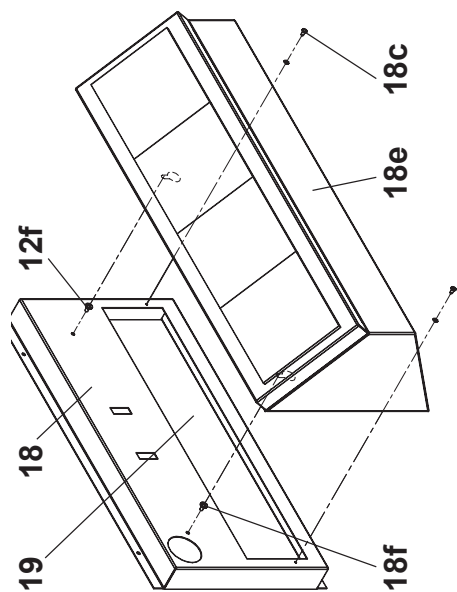
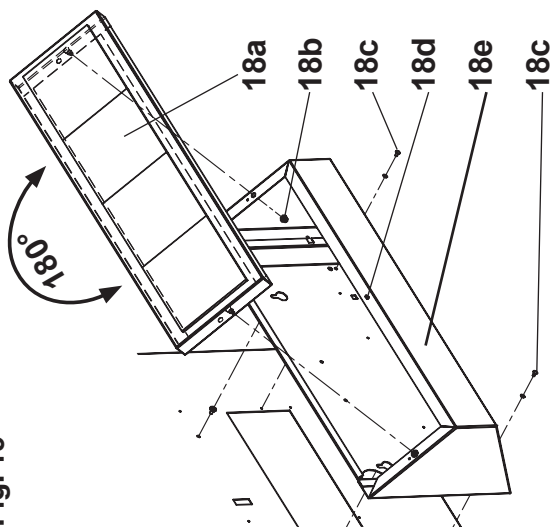
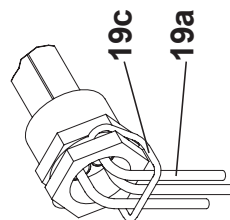

Fig. 19
Fig. 20
Fig. 21
10. Проложите кабель горелки (17) со штекером (17a) через подготовленные просверленные отверстия в боковых стенках, затем прикрепите хомутом кабель горелки(17b) к боковой стенке.
11. Установите поддерживающую пластину (18, Рис. 19) на боковую панель.
12. Удалить крышку бокса панели управления (19, Рис. 22). Панель управления (18a, Рис. 20) должна быть повернута. Для этого закрепляющие рукава (18b, нажать и вытянуть), а также болт заземления и стопорные шайбы (18d) должны быть удалены. Закрепите специальные болты (18f, Рис. 19) контргайкой на поддерживающей пластине (18). Установите панель управления (18e) в вырезы для специальных болтов на поддерживающую панель (18) и закрепите 2мя саморезами $\varnothing 3,5 \times 6,5$ и стопорными шайбами (18c). Подключите провод горелки (18g, Рис. 22) к электрическому шкафу.
13. Опустите капилляры в погружные гильзы (19a, Рис. 21) через отверстие (19, Рис. 19), протяните (19b, Рис. 22) до упора и закрепите пружиной (19c, Рис. 21).